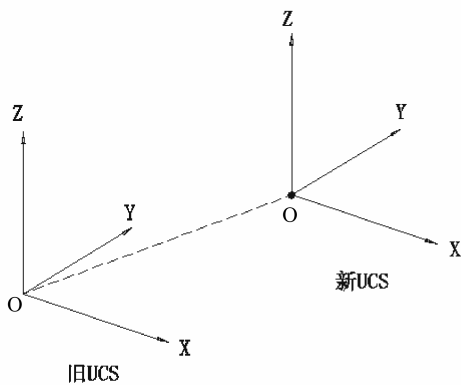

图 1-8 指定原点创建 UCS
(1) 选择“世界 (W)”命令选项, 可以将当前 UCS 设置为 WCS。
(2) 选择“新建 (N)”命令选项, 可以直接指定新 UCS 的原点, AutoCAD 将根据原来 UCS 的 X、Y 和 Z 轴方向和新的原点定义新的 UCS, 即相当于平移原来的 UCS, 如图 1-8 所示。
(3) 选择“新建 (N)”命令选项, 然后选择“Z 轴 (ZA)”命令选项, 可以指定 Z 轴正半轴, 从而定义新 UCS。